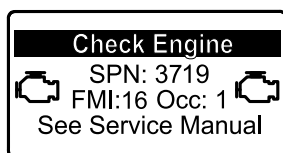

Рисунок 29
- Если необходима регенерация с парковкой, инфо-центр отображает предупреждение по двигателю SPN 3719, FMI 16 (Рисунок 29) и компьютер двигателя снижает его мощность до 85%.